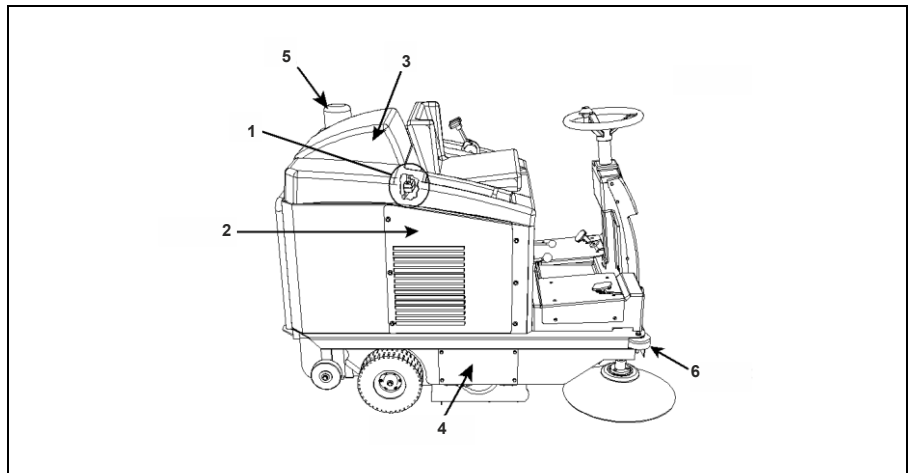

Fig. 3
- 1) Para activar el levantamiento del contenedor, tire hacia atrás la perilla Pos. 1 Fig. 3.